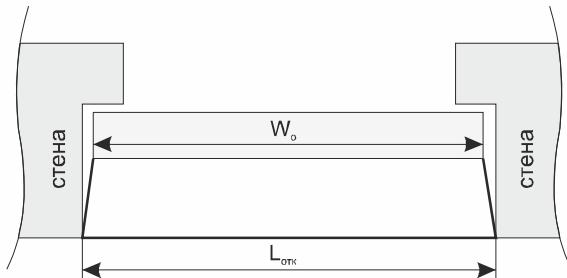

Рис. 13
- 4) Длина верхнего (горизонтального) откоса $L_{отк}$ = ширина окна (W_o) + min 200мм (Рис.13).